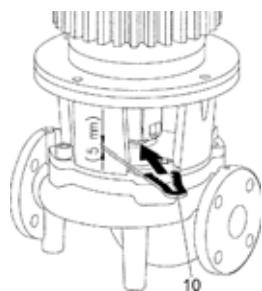

Fig. 45: Atașarea barei de montaj
- Împingeți bara de montaj (Fig. 45, poz. 10) între piesa intermediară și cuplaj. Bara de montaj trebuie să stea fixă, fără joc.